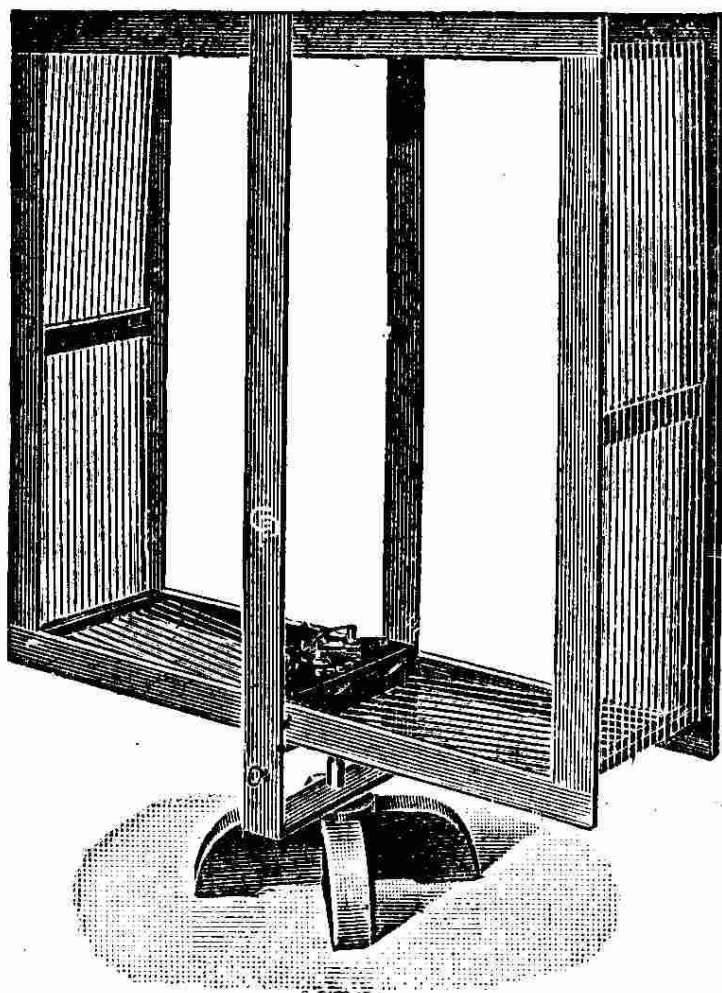

Fig. 10. — Cadre carré de 1 mètre de côté (Cl. Péricaud).
On pourra faire le cadre plus petit, mais ce sera au détriment de la réception obtenue ; en outre, il faudra plus de tours de fil. Pour 1 m. de côté par exemple, il faudrait une cinquantaine de tours. C'est ce qui a été réalisé dans le cadre de la maison Péricaud, qui est représenté figure 10 (1).
(1) G. Péricaud, 85, boulevard Voltaire, Paris.